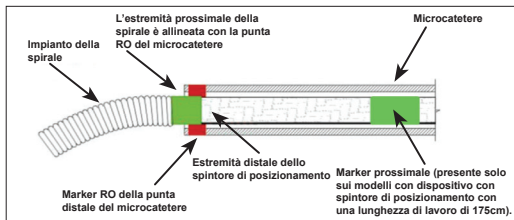

Figura 4 – Posizione delle bande del marker per il distacco
27. Fare avanzare la spirale nel sito desiderato fino a quando il marker radiopaco sullo spintore di posizionamento sia allineato o leggermente distale dal marker RO della punta distale del catetere, posizionando la zona di distacco appena al di fuori della punta del catetere. Vedere Figura 4.